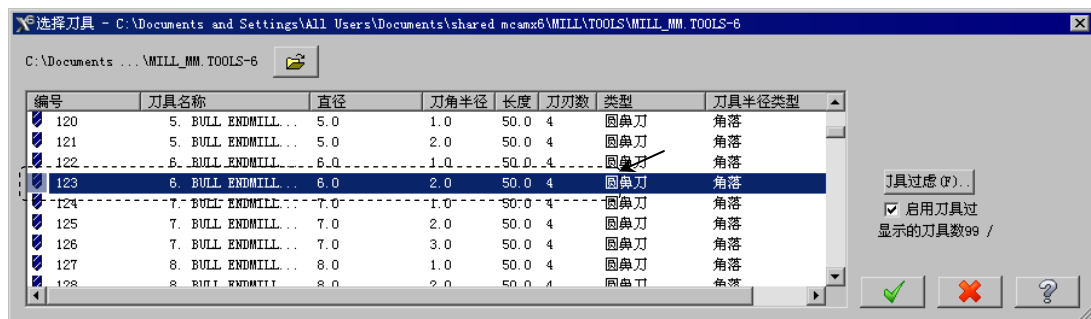

图 4.11 “选择刀具”对话框
(2) 单击 按钮，完成加工区域的设置，同时系统弹出“曲面粗加工挖槽”对话框。
Step4. 选择刀具。在“曲面粗加工挖槽”对话框中单击 **选择刀库** 按钮，系统弹出“选择刀具”对话框，在该对话框的列表框中选取图 4.11 所示的刀具。单击 按钮，关闭“选择刀具”对话框，系统返回至“曲面粗加工挖槽”对话框。